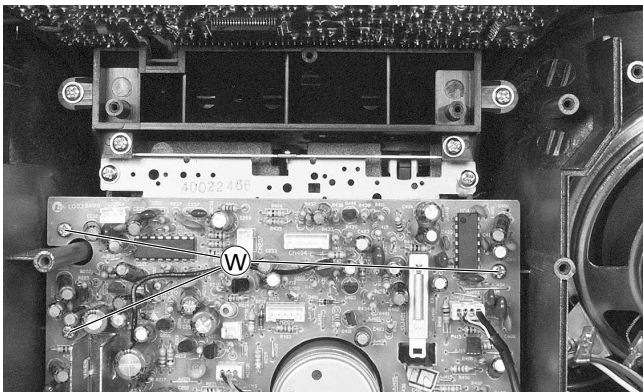

Fig. 23
- 3 Schrauben ⑦ herausdrehen (Fig. 23) und Hauptplatte herausnehmen.
- Undo the 3 screws ⑦ (Fig. 23) then remove the main PCB.